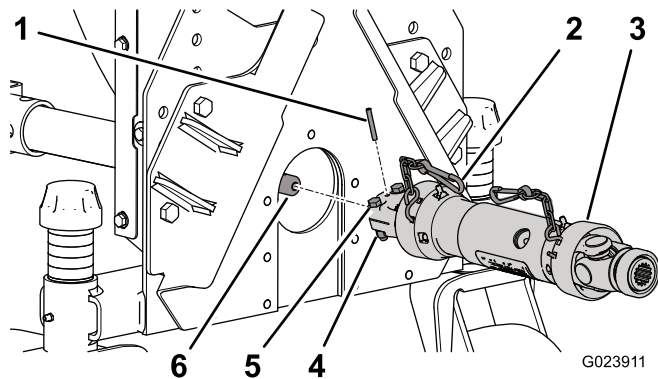

Bild 9
- Befestigen Sie sie mit einem Rollstift (Bild 9).
- Befestigen Sie die Antriebswelle mit zwei Schrauben (5/16" x 1-3/4") und Bundmuttern (5/16") an der Getriebewelle (Bild 9).
- Befestigen Sie die Sicherheitskette am Bläserrahmen (Bild 9).